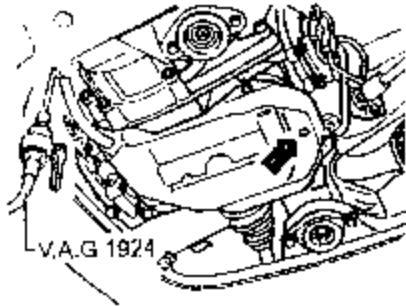

图 7-43 注入 ATF
(2) 用 V.A.G1924 注入 ATF, 直到 ATF 从检查孔中流出, 如图 7-43 所示。